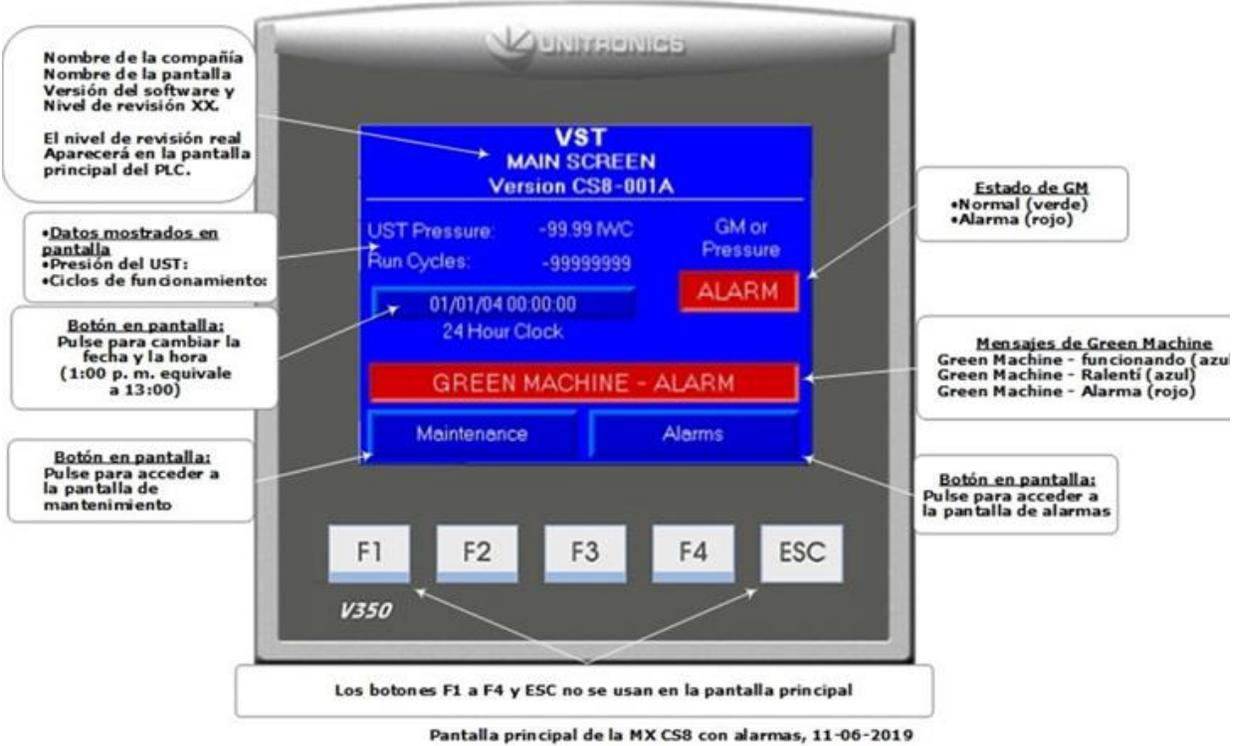

Figura 8-2: Pantalla principal del panel de control del GREEN MACHINE de VST con una alarma activa
- Cuando se activa una alarma, el mensaje “NORMAL” (NORMAL) cambia por “ALARM” (ALARMA) y el cuadro de mensajes cambia de verde a rojo. **Vea la Figura 8-2.**